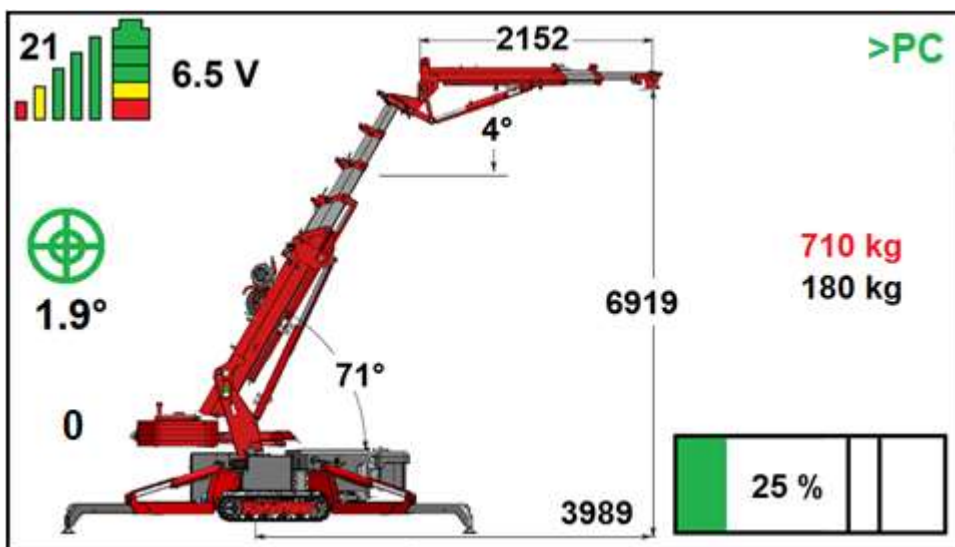

Abbildung 59
- Links oben wird die Sendefrequenz angezeigt (siehe *Abbildung 59*), im vorliegenden Beispiel ist dies 21.
- Die Signalstärke wird mit 5 senkrechten Balken dargestellt. Bei guter Signalstärke sind diese alle eingeblendet (siehe Beispiel in *Abbildung 59*). Wenn das Signal schwächer wird, werden zunächst die grünen Balken und dann der gelbe und der rote ausgeblendet.
- Der Akkuladezustand wird mit dem Akkuzeichen links oben im Bildschirm wiedergegeben. Wenn der Akku vollständig geladen ist, werden 3 grüne Blöcke sowie 1 gelber und 1 roter Block angezeigt (siehe Beispiel in *Abbildung 59*). Wenn die Ladung nicht mehr vollständig ist, werden dementsprechend Blöcke ausgeblendet.
- Die Spannung ist in Volt angegeben. Im Beispiel in *Abbildung 59* beträgt diese 6,5 V.
- Der Grad der Horizontalstellung der Maschine wird ebenfalls angezeigt. Dies sind die grünen Kreise mittig am linken Bildschirmrand. Im Beispiel in *Abbildung 59* steht der Kran 1,9° geneigt.
- Die Stellung des Hauptmasts in *Abbildung 59* ist 71°.
- Die Stellung des Fly-Jib in *Abbildung 59* ist 4°.
- Die Ausladung in *Abbildung 59* ist 3989 mm.
- Die Hubhöhe in *Abbildung 59* ist 6919 mm.
- Die Länge des Fly-Jib in *Abbildung 59* ist 2152 mm.
- Die Belastung des Krans in *Abbildung 59* beträgt 25 %.
- In *Abbildung 59* ist zu sehen, dass der Ballast ausgefahren ist. Wenn der Ballast eingefahren ist, wird er an anderer Stelle angezeigt, und er wird nicht mehr im Display angezeigt, wenn er vom Kran demontiert ist. Hinter dem Ballast wird zudem ein Wert angezeigt. In *Abbildung 59* ist 0 angezeigt. d. h., dass der Ballast eingefahren (0 mm ausgefahren) ist. Bei ausgefahrenem Ballast wird hier der Abstand angezeigt, um den der Ballast ausgefahren ist.